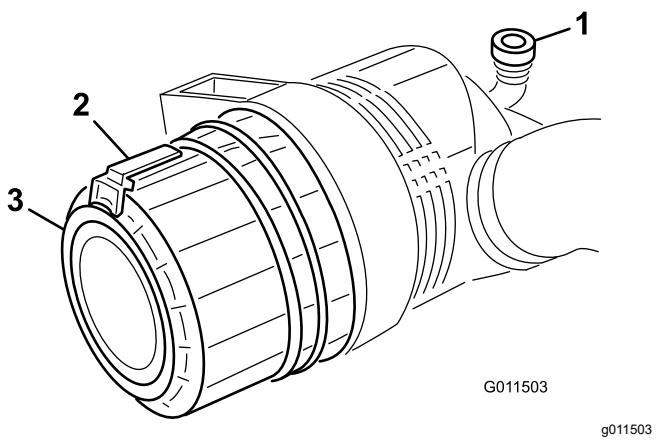

図 54
2. ラッチを引いて外し、カバーを左にひねってボディーからはずす図 54。